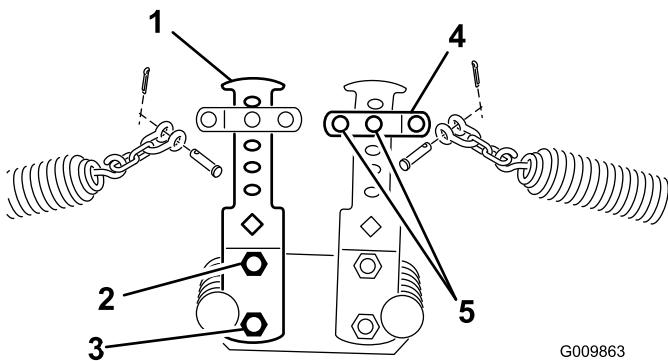
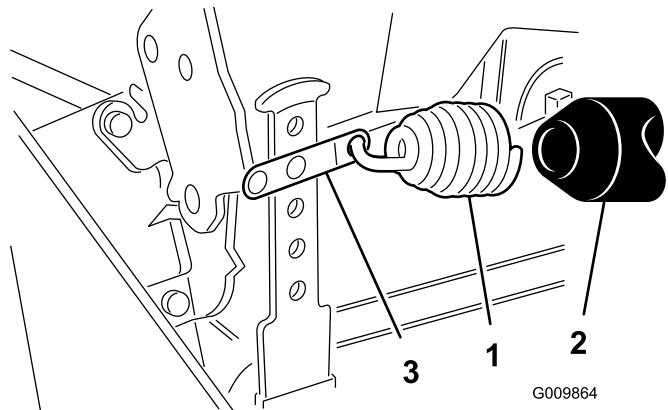

Figura 15
Figura 16
4. Fije el otro extremo del muelle en el taladro apropiado (ver a continuación) de los brazos de contrapeso delantero y trasero (Figura 15 y Figura 16) con el grillete y la cadena, la horquilla, el pasador y la chaveta.
5. Fije el otro extremo del muelle en el segundo taladro desde arriba con el grillete con cadena, la horquilla, el pasador y la chaveta (Figura 15).
6. En los brazos de contrapesión traseros, instale el protector de vinilo sobre el muelle antes de enganchar el otro extremo del mismo en el grillete del muelle, en el segundo taladro desde arriba (Figura 16).
8. Sujete el extremo inferior del brazo de contrapeso al bastidor con el perno y la tuerca que retiró anteriormente. Apriete el perno superior (Figura 15).